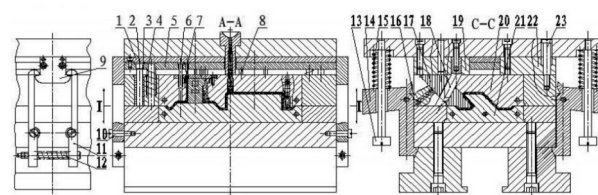

图4 定模推板顶出机构
2)定模推板脱模机构:如图4所示。开模时,首先是定模与中模的分型。同时,斜滑块17在斜导柱18的作用下进行抽芯,清除了障碍体对注塑件的脱模阻挡作用。同时推板5上的众多顶杆也在定模推板5顶出机构的作用下,将注塑件顶出中模型腔20。斜滑块17和斜导柱18为斜向抽芯机构。限位螺钉23是在定模与中模之间起限位的作用。
能够完成注塑件脱模与复位的动作,如图4所示。推垫板1和推板5与挂钩9是连接在一起的,摆钩11的斜钩与挂钩9的斜钩相联。当动模与定模分型时,在两根摆钩11和挂钩9作用下,使得推板5上的顶杆将注塑件顶出中模型腔20。当推板5接触到中模板而限制了位移时,动模继续的移动,在挂钩9斜钩作用下,两根摆钩11压缩支承杆12上的弹簧而张开。而合模时,在两根摆钩11和挂钩9弧面作用下,两根摆钩11再次压缩支承杆12上的弹簧张开而钩住挂钩9。推垫板1和推板5的先复位先是靠顶杆上的弹簧,后是靠回程杆4复位。